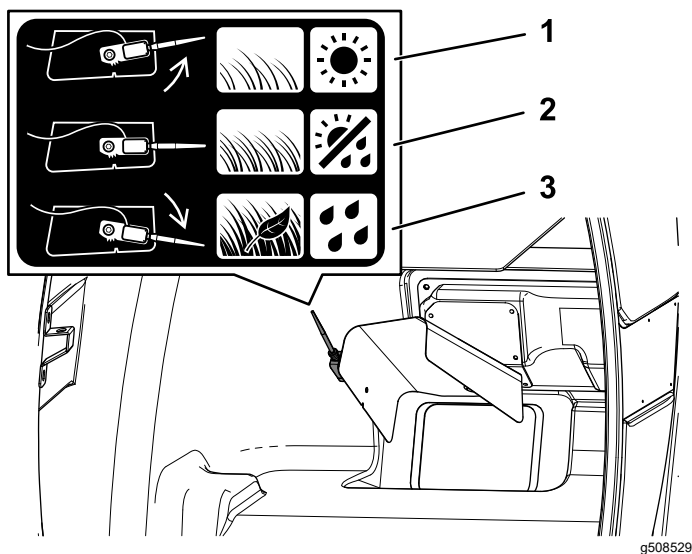

Figura 28
- Se le condizioni dell'erba e meteorologiche sono normali, ruotate il sensore nella posizione centrale (Figura 28).
- Se l'erba è folta e bagnata, oppure in caso di raccolta delle foglie o di riempimento della tramoggia prima dell'attivazione del sensore, girate il sensore verso il basso (Figura 28).
- Se l'erba è rada e secca, oppure se il piatto di taglio si disinnesta prima che la tramoggia si sia riempita, girate il sensore verso l'alto (Figura 28).